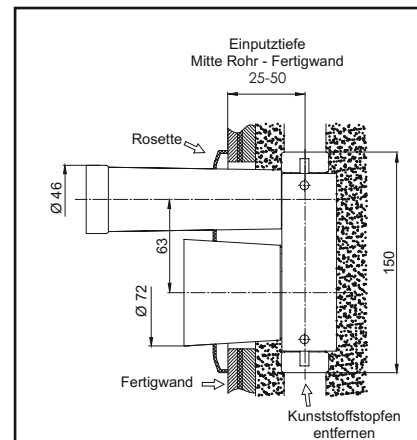

Abb. 2 Einputztiefe
- 2.2. Die optimale Einputztiefe Mitte Rohr unter Fertigwand beträgt 25 mm bis 50 mm (Abb. 2). Größere Einputztiefen erfordern später Verlängerungshülsen für die Rosette sowie eine zweiteilige Spindelverlängerung.
- 2.4. Kunststoffstopfen entfernen (Abb. 2).